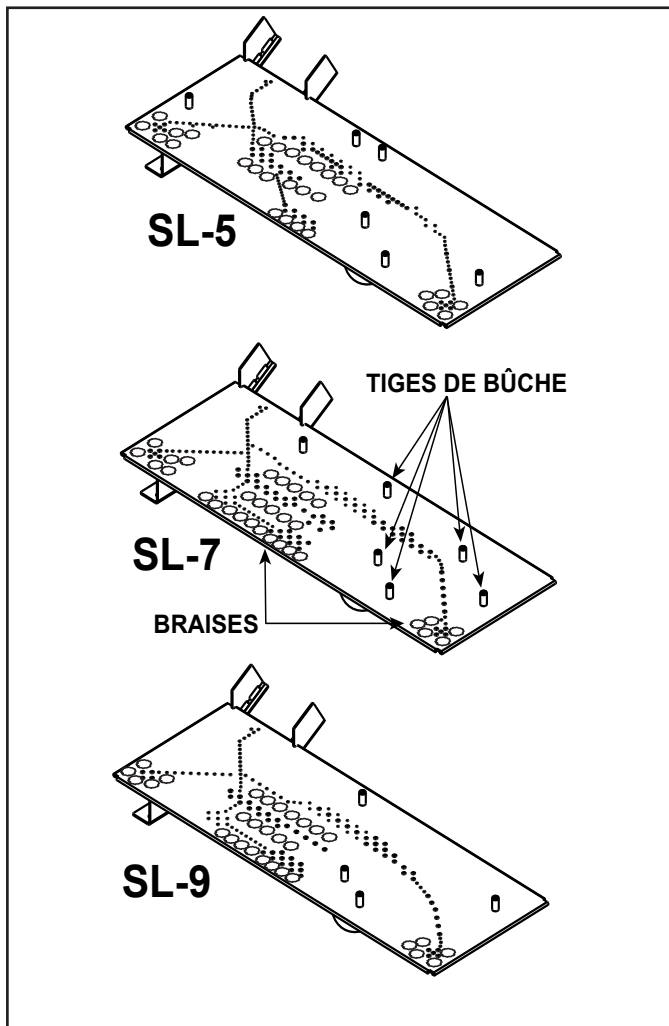

Figure 1. Emplacements de la tige de la bûche et des Glowing Ember
La taille générale et l'emplacement du module du brûleur dans la boîte à feu sont très similaires entre chacun des jeux. Cependant, chaque dessus de brûleur comporte différentes configurations d'orifices et de tiges de bûche. Voir la figure 1 pour l'emplacement des tiges de bûche.
- La bûche arrière gauche, la bûche arrière droite et la bûche du petit brûleur utilisent les orifices du côté au bas, correspondant au localisateur de tiges sur le brûleur. Consultez les figures 1 et 2.
3. Retirez les Glowing Embers® de l'emballage et installez les braises comme il est indiqué à la figure 1. Attention à ne pas placer les braises directement sur les orifices et à éviter l'excès.